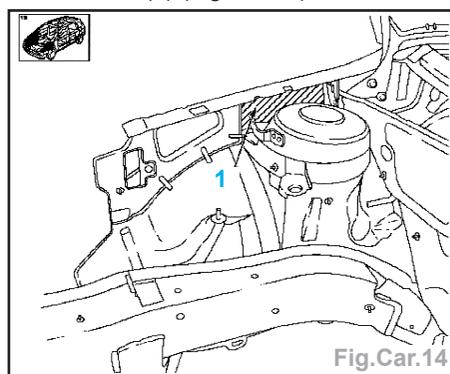

Fig.Car.14
Nota : ne pas endommager le renfort du montant A (1) (Fig.Car.14).